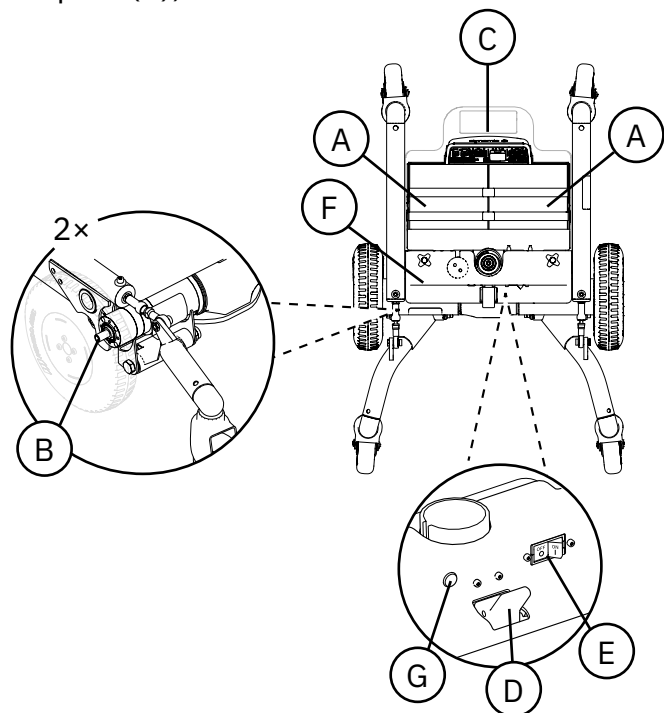

Abb. 5.57. Chassi komplett LiNX f REAL 6100 PLUS.
Fahrgestell mit Akkus (A), Antriebsmotoren (B), Powermodul (C), Steuerung zur Aktivierung und Entkupplung der Bremse (D) sowie Automatiksicherung mit ON/OFF-Funktion (E). In der Gehäusefront (F) befindet sich ein Abdeckstopfen (G), siehe Abb. 5.57.